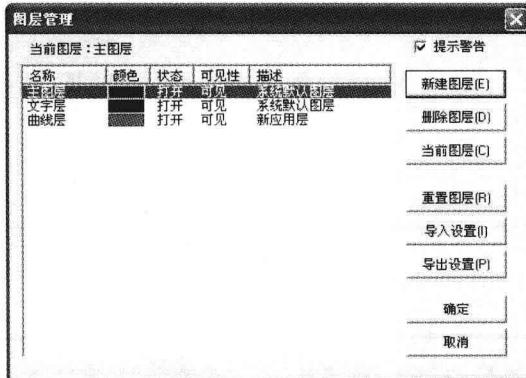

图1-15 “图层管理”对话框
⑧ 选择“设置”→“层设置”命令，弹出“图层管理”对话框，如图1-15所示。